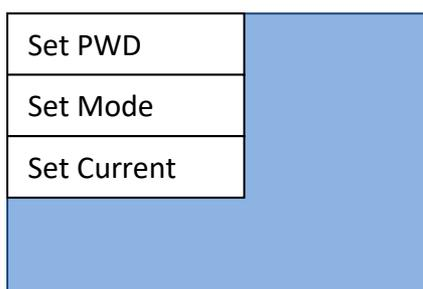

Figura 23 - Schermata configurazione password, modalità di utilizzo e potenza
4) Figura 23. Si apriranno in sequenza a pochi secondi l'una dall'altra, due schermate (Figura 25a e Figura 25b). Aspettare, senza schiacciare i tasti, fino alla comparsa della schermata in Figura relativa.
7) Figura 23. Si apriranno in sequenza a pochi secondi l'una dall'altra, due schermate (Figura 26a e Figura 26b). Aspettare, senza schiacciare i tasti, fino alla comparsa della schermata in Figura 26b.